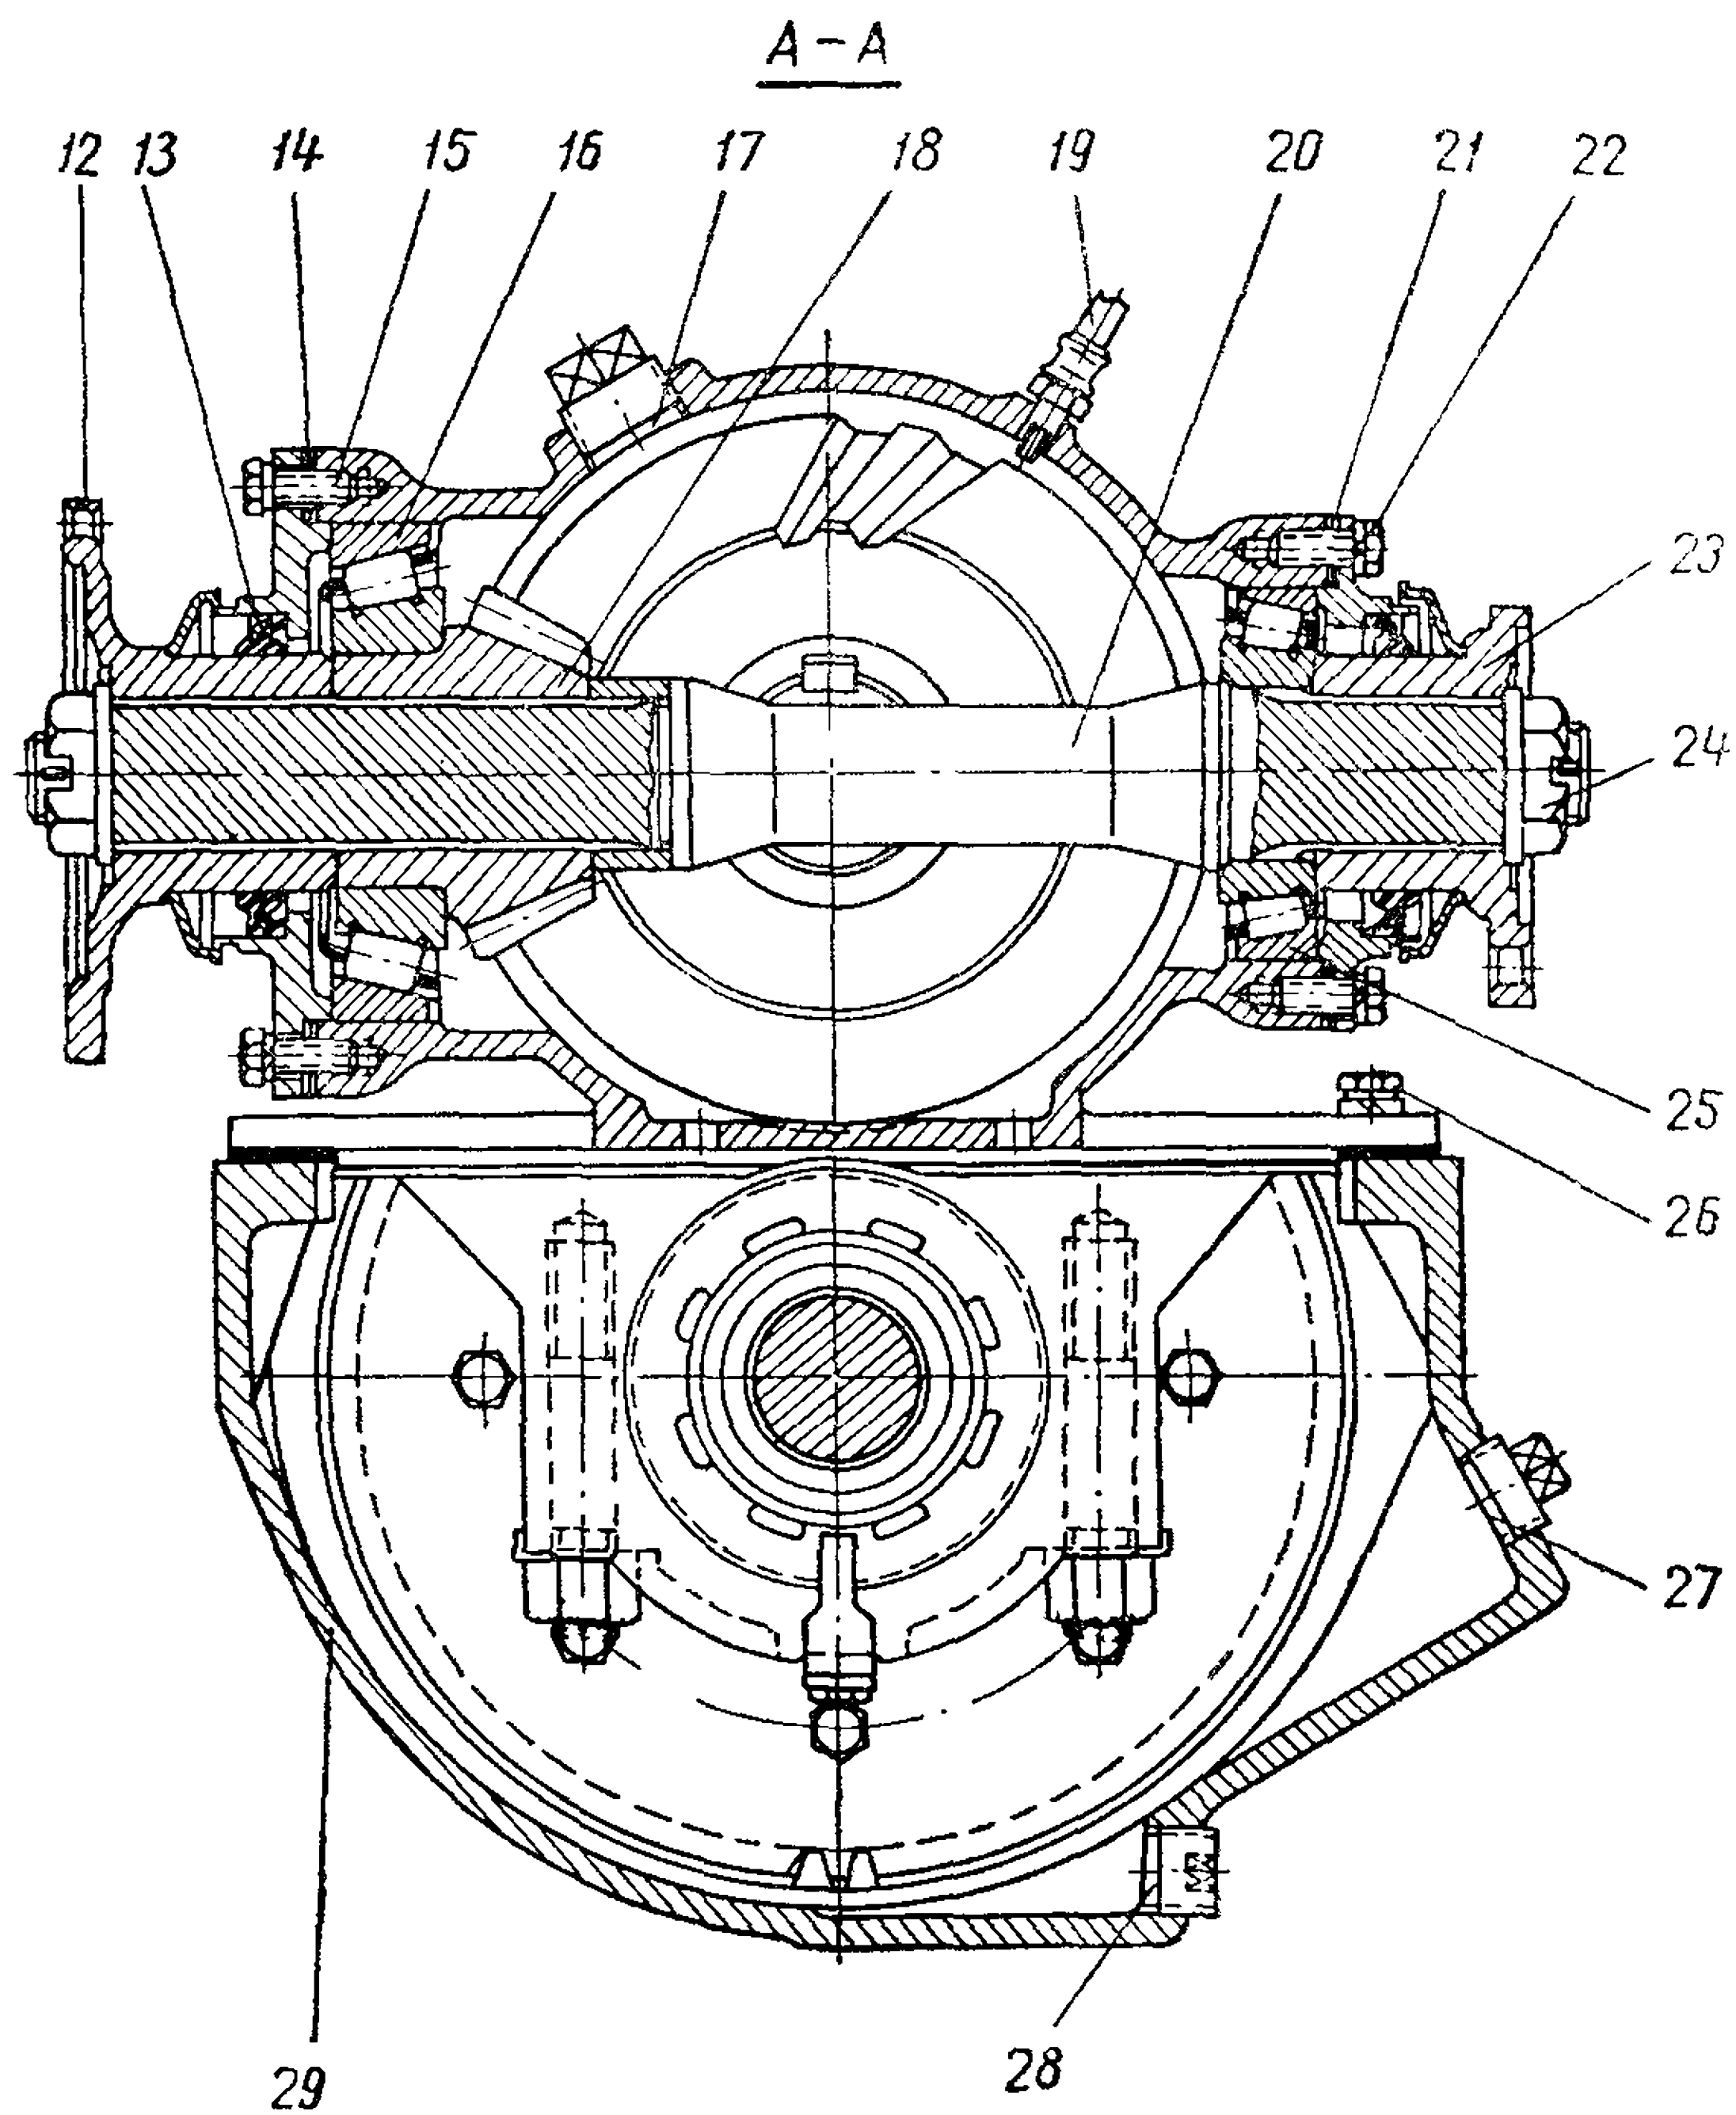

Рис. 48. Главная передача:
Главная передача (рис. 48) двухступенчатая с передаточным отношением 8,9 : 1.
3. Для регулировки подшипников проходного вала следует отпустить болты 9 (см. рис. 48) крышки стакана и убедиться в свободном вращении ведомой конической шестерни в подшипниках.